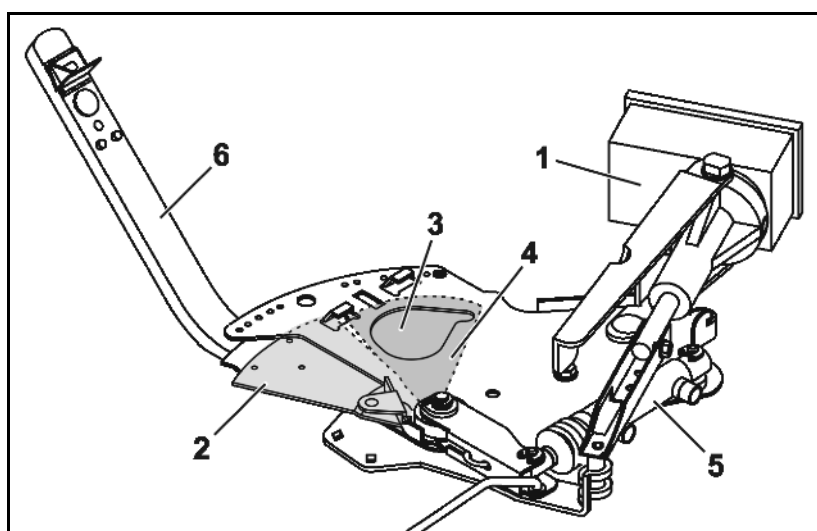

Fig. 22
- elektronisk med betjeningsterminal/kjørecomputeren. I den forbindelse frigir to doseringsspjeld (Fig. 22/2) som startes av servomotorer (Fig. 22/1), ulike åpningsbredder i gjennomløpsåpningene (Fig. 22/3).
- manuelt via stillespakene (Fig. 22/6) ved å stille inn ulike åpningsbredder for gjennomløpsåpningene (Fig. 22/4). Påkrevde spjeldstillinger i den forbindelse bestemmes enten ved hjelp av opplysningene i **spredetabellen** eller med **telleskiven**.
Lukkespjeldene (Fig. 22/4) brukes til å åpne og lukke gjennomløpsåpningene og kan, avhengig av utstyret, betjenes separat hydraulisk (Fig. 22/5) via